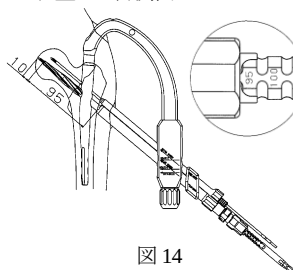

図14
- 12) ステップリーマーのストッパーを計測長より 10mm マイナスした位置に合わせ、リーミングを行います。ストッパーを保持しながらつまみをプッシュし、右に回すとストッパーが解除され、ストッパーの位置が調節できます。左に回すとつまみが戻り、所定位置でロックされます。 (図14)